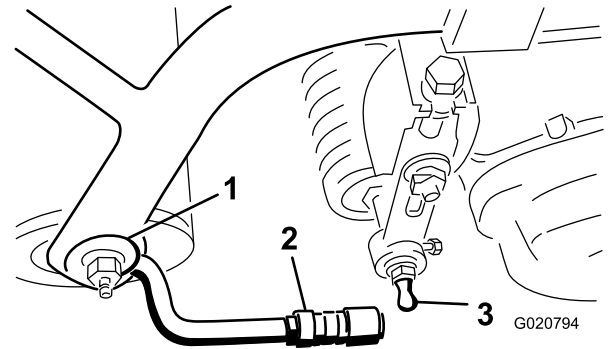

Bild 8
3. Schieben Sie die Hülse an jeder Kugellageraufnahme zurück und haken Sie die Aufnahme in den Kugelbolzen der Schneideinheit ein. Lösen Sie die Hülse, sodass sie über den Bolzen geht und die Teile miteinander verbindet (Bild 8).